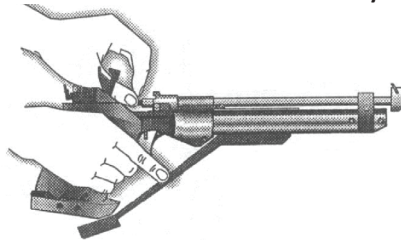

Рисунок 7
- вставить пулю в канал ствола (рисунок 7);